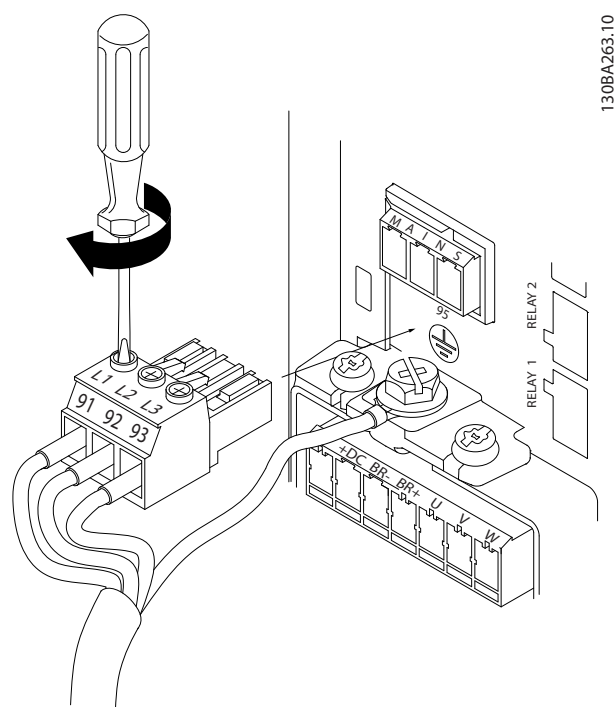

图 3.10 安装主电源插头
3. 将主电源电缆插入主电源插头，拧紧螺钉，如 图 3.10 所示。